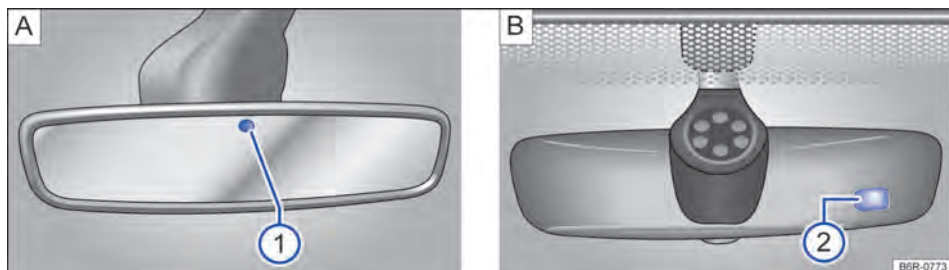

Fig. 104 No para-brisa: espelho retrovisor interno com antiofuscante automático.
Com a ignição ligada, os sensores medem a incidência traseira → Fig. 104 ❶ e dianteira de luz ❷.